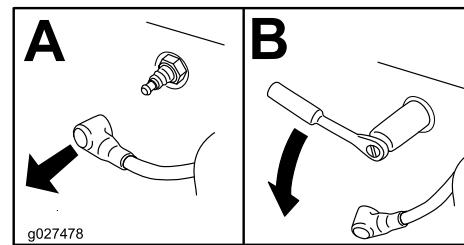

Figura 20
3. Localice y retire la bujía (Figura 20).